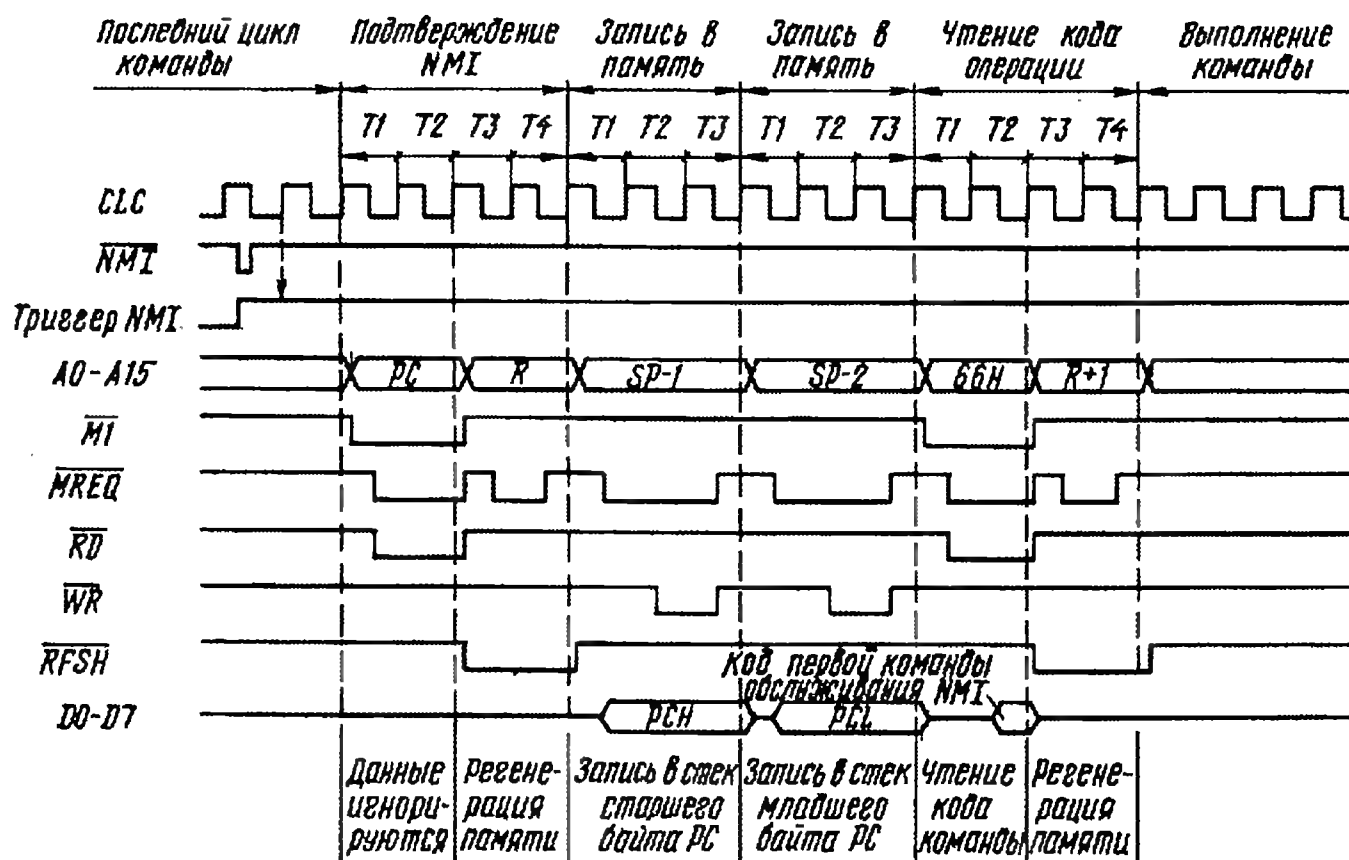

Рис.6
Вызов подпрограммы обслуживания NMI иллюстрируется рис. 6. Вслед за циклом NMI обязательно идут два цикла записи данных в память, в которых на вершину стека (SP) записываются старший (PCN), а затем младший (PCL) байты счетчика команд (PC) и один цикл чтения кода операции из ячейки памяти с адресом 66H, в которой находится первая команда подпрограммы обработки NMI.